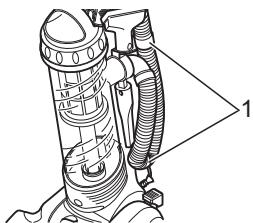

Abb. 8
4. Ziehen Sie den flexiblen Saugschlauch aus der Saugschlauch-Halterung (Abb. 8/1).
4. Befestigen Sie den flexiblen Saugschlauch an den Saugschlauchhalterungen (Abb. 8/1).